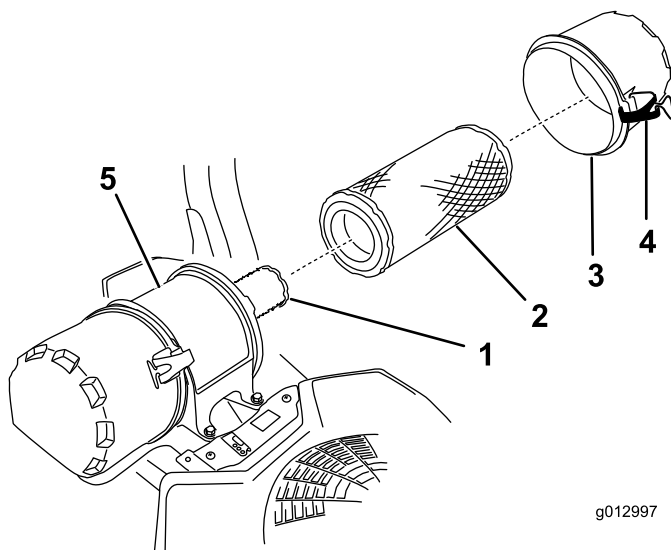

Figura 38
6. Abra los cierres del limpiador de aire y tire de la tapa de la entrada de aire para separarla del cuerpo del limpiador de aire (Figura 38).
8. Extraiga con cuidado el filtro primario de la carcasa del limpiador de aire (Figura 38).
2. Si va a cambiar el filtro interno, deslícelo cuidadosamente en el cuerpo del filtro (Figura 38).
3. Deslice cuidadosamente el filtro primario por encima del filtro de seguridad (Figura 38).
4. Instale la tapa del limpiador de aire y fije los cierres (Figura 38).